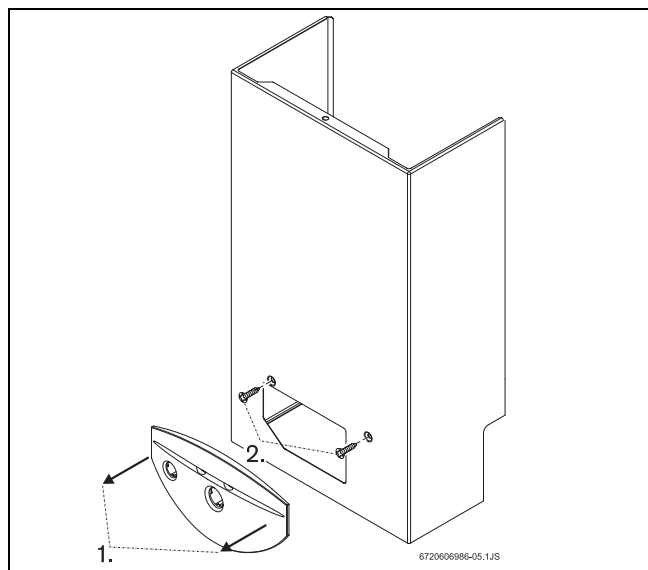

Fig. 11 Smontaggio mantellatura
- Distaccare il pannellino frontale tirandolo verso l'esterno (→Fig. 11, pos. 1).
- Svitare le due viti (→Fig. 11, pos. 2).